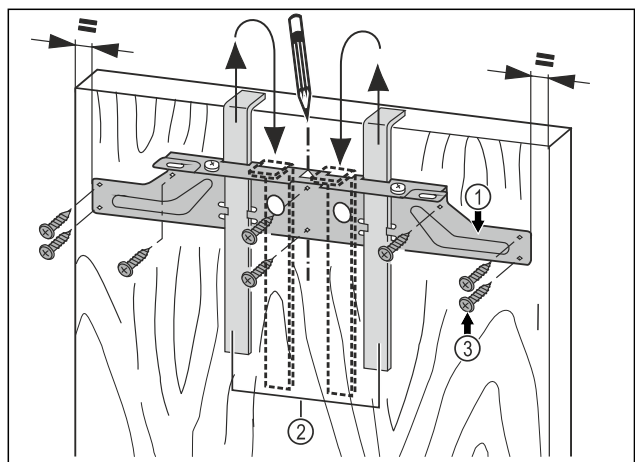

Fig. 15
- Hang de montagedwarsstang Fig. 15 (1) met de montagehulp Fig. 15 (2) aan de binnenkant van de meubeldeur.
- Bevestigingstraverse Fig. 15 (1) in het midden van de deur uitlijnen.
- De bevestigingstraverse Fig. 15 (1) met minstens 6 schroeven Fig. 15 (3) vastschroeven.
- Bevestigingstraverse Fig. 15 (1) met 4 schroeven Fig. 15 (3) in de rand vastschroeven.
- Montagehulpstukken Fig. 15 (2) naar boven toe eruit trekken en gedraaid in de daarnaast gelegen opnameopeningen schuiven.